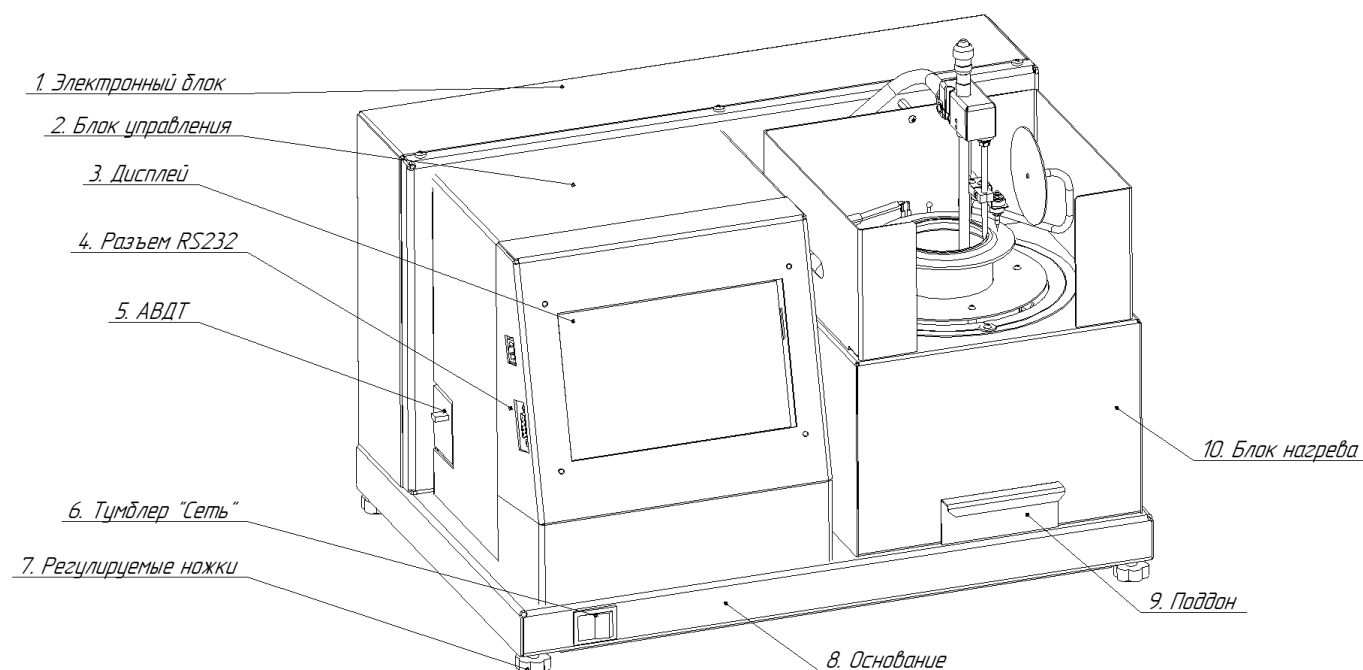
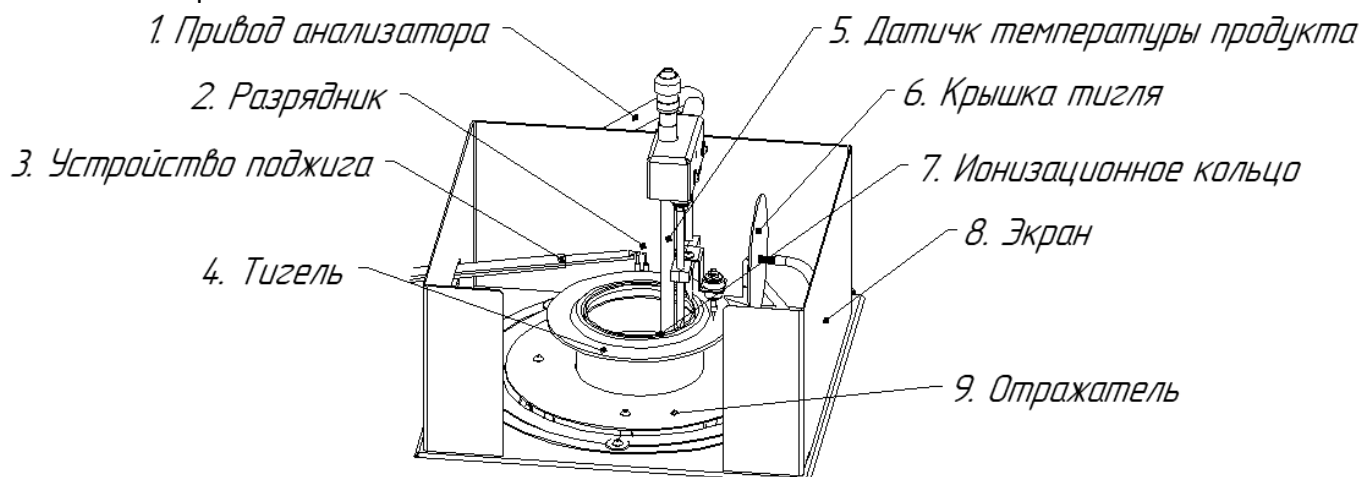
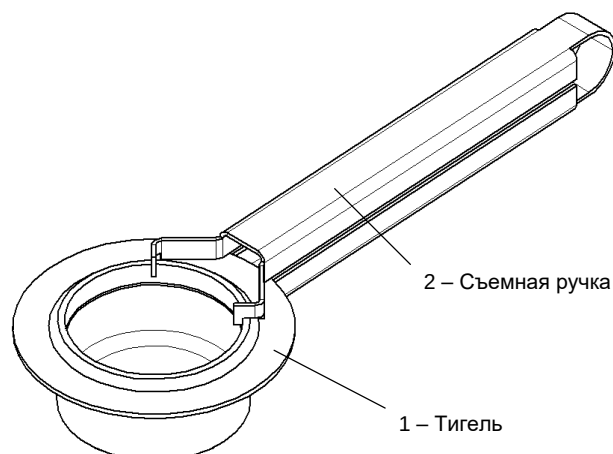

Рисунок 1 – Общий вид аппарата
Рисунок 2 – Блок нагрева
Рисунок 4 – Тигель со съёмной ручкой
В верхней части блока нагрева (рисунок 2) находятся: привод анализатора (поз. 1), на которой закреплены ионизационное кольцо (поз. 7) и датчик температуры продукта (поз. 5). Внутри отражателя (поз. 9) расположен нагреватель, на который устанавливается тигель (поз. 4). В правой части блока нагрева расположена крышка тигля (поз. 6), которая необходима для тушения пламени при воспламенении продукта во время испытания. Во время испытания производится применение источника зажигания паров нефтепродукта. Газ, используемый в источнике зажигания, воспламеняется при помощи электроискрового разрядника (поз. 2).
- поверхность установки должна быть горизонтальной, в противном случае, вращением регулируемых ножек (рисунок 1 на странице 4) необходимо добиться совпадения мениска нефтепродукта и метки по периметру внутренней поверхности тигля, установленного в аппарат.
- при снятом поддоне (рисунок 1 на странице 4) продуть аппарат сжатым воздухом давлением менее 1 атмосферы, направляя поток в отверстие в отражателе (рисунок 2 на странице 5);
3.4.1 С помощью съёмной ручки (рисунок 4 на странице 5) взять тигель и горизонтально установить его в отверстие в отражателе (рисунок 2 на странице 5).
3.4.2 Подключить аппарат к сети питания, включить его тумблером «Сеть» (рисунок 1 на странице 4).
4.2.3 Режим работы аппарата – непрерывный. После окончания работы аппарат выключается тумблером «Сеть» (рисунок 1 на странице 4).
4.2.5 Во избежание получения ожогов необходимо снимать тигель только с помощью съёмной ручки (рисунок 4 на странице 5).
4.4.2 Визуально проверить чистоту ионизационного кольца и разрядника (рисунок 2 на странице 5). Если на поверхностях ионизационного кольца есть остатки продукта, следует выполнить чистку согласно пункту 5.9 (страница 19).